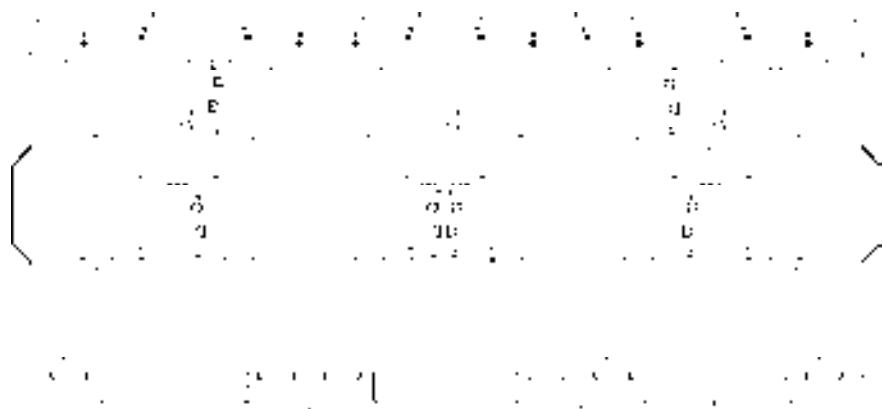

图 14-73 绘制结果
3) 重复上述操作, 为平面图绘制水管图形和通气孔, 结果如图 14-73 所示。